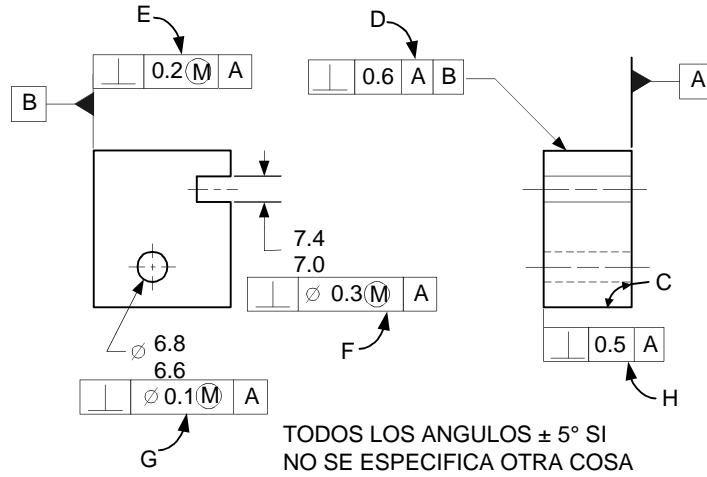

Figura 1
7. En la figura 1, ¿cual es la tolerancia del ángulo C?
8. Usando la figura 1, indique si cada control de perpendicularidad especificado es válido o no válido.
9. En la figura 1, el diámetro del perno del dispositivo para verificar el control de perpendicularidad en la localización G es . . .